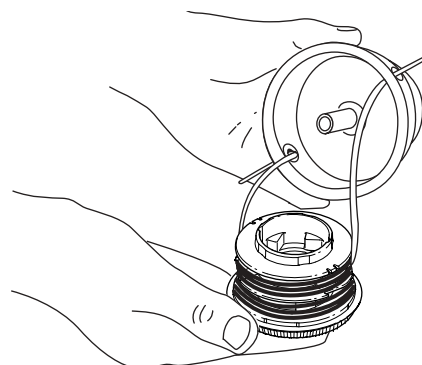

Fig. 48
3. Insérez les extrémités du fil du moulinet intérieur neuf dans les œillets de la bobine extérieure (Fig. 48). Enfoncez le moulinet intérieur neuf, flèche vers le haut, dans la bobine extérieure.
7. Placez le bouton de butée, le ressort et le joint en mousse dans la bobine extérieure (Fig. 48).